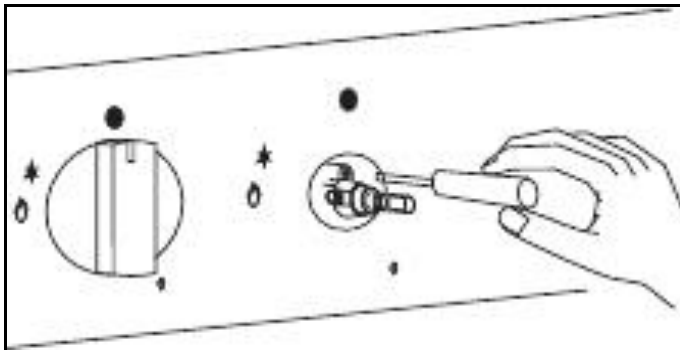

Figure 22
- 4) Pour régler la flamme, veuillez enlever les boutons, et insérer un tournevis à travers le trou d'accès dans la tige de la valve, comme montré. Veuillez régler en tournant lentement le tournevis jusqu'à ce que la flamme ait une belle apparence. (Voir les figures 22 et 23)
• Veuillez régler ou nettoyer le brûleur si la flamme est de couleur jaune-orange. Pour nettoyer les brûleurs, veuillez consulter les instructions sous « Entretien et nettoyage ». (Voir les figures 22 et 23)